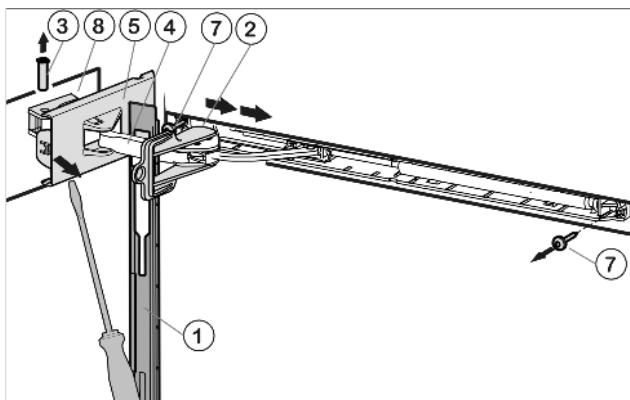

Fig. 5
- ▶ Открутите узел амортизатора закрывания дверцы (2 шт. Torx® 15) Fig. 5 (7).